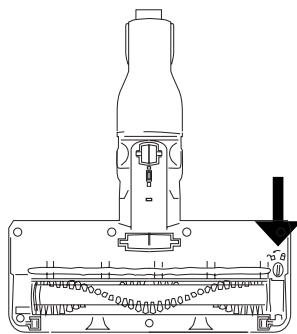

Fig.6
- En la parte inferior de la zapata hay que girar el botón rotativo hacia la izquierda para desanclar el cepillo. (Fig. 6).